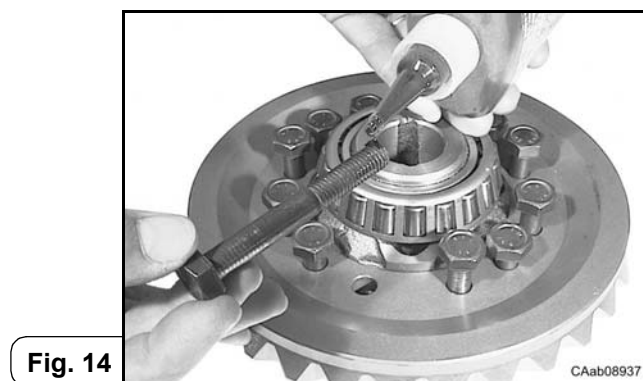

Fig. 14
- Assicurarsi che le parti dove si applicano adesivi e sigillanti siano pulite, asciutte e completamente prive di grasso (Fig. 14).
- Ensure that parts to be sealed are clean, dry and completely grease free (Fig. 14) in the application area.